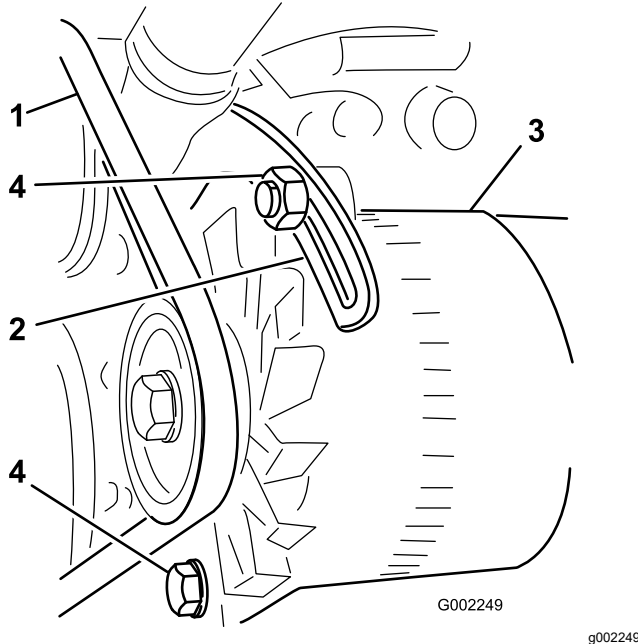

图 106
3. 松开交流发电机枢轴点上的皮带松开将发电机固定到带槽支架上的螺栓 图 106。